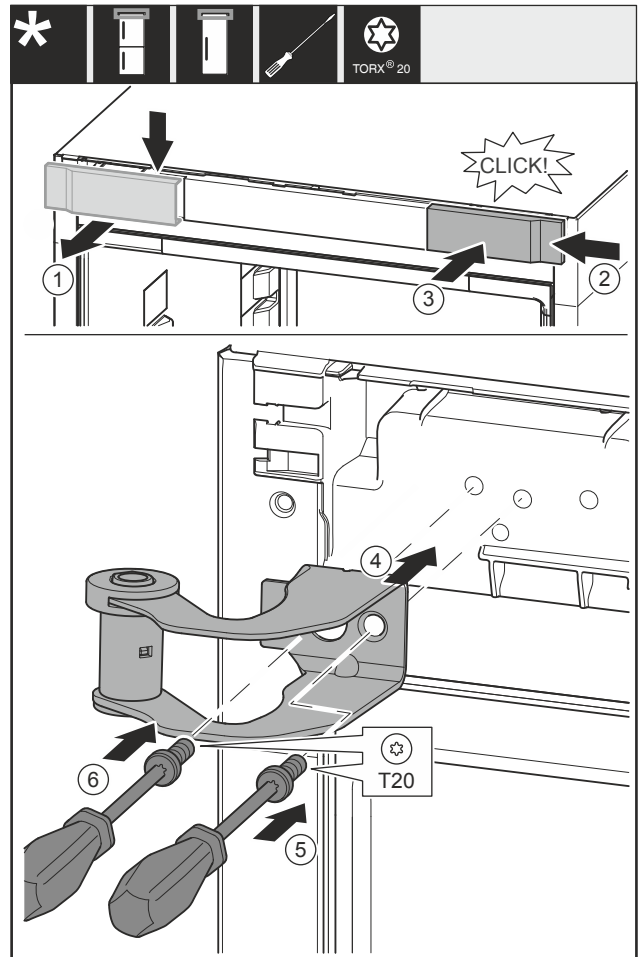

Fig. 16
- ▶ 从上方朝前取下盖板 Fig. 16 (1)。
- ▶ 将盖板 Fig. 16 (2) 旋转 180° 至另一侧从右边挂上。
- ▶ 插入盖板 Fig. 16 (3)。
- ▶ 装上上方的托架 Fig. 16 (4)。
- ▶ 旋紧螺钉 Fig. 16 (5)。
- ▶ 旋紧螺钉 Fig. 16 (6)。